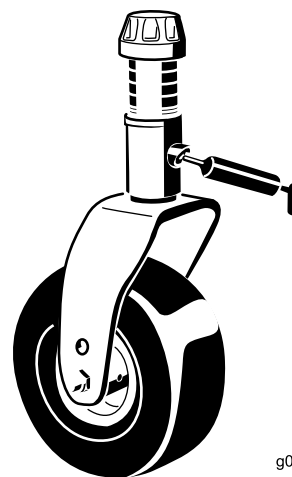

Figura 69
- 2 casquillos del eje de la horquilla de la rueda giratoria (Figura 69)